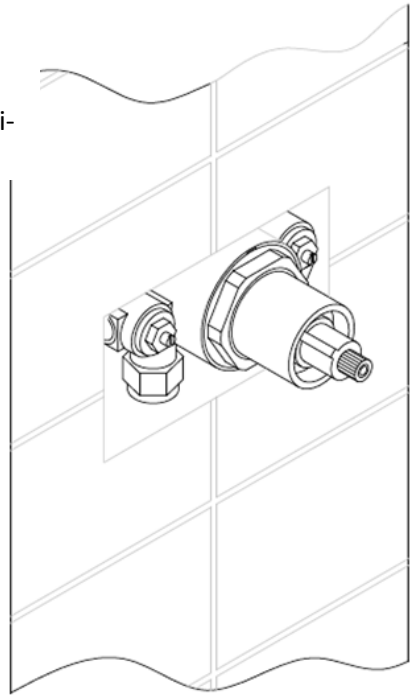

Fig 2
10. Remplacez les collets chromés sur le corps de la vanne de douche. Veuillez les poser sur les vannes au niveau des tuiles, comme illustré à la figure 2.